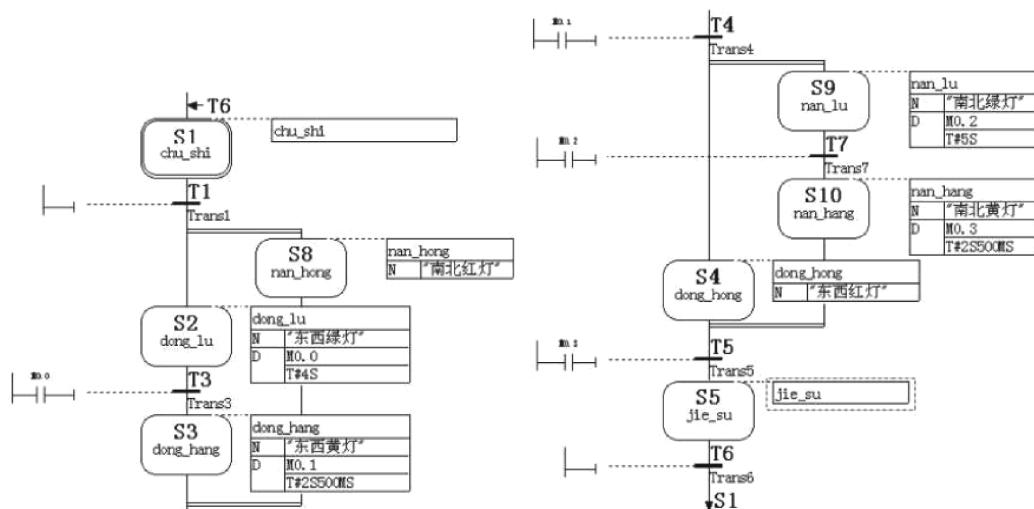

图 6-31 编写动作和转移程序
6) 在各个 “步” 按照系统要求编写动作程序和转移条件程序, 如图 6-31 所示。
7) 图 6-31 的“S1”和“S5”(空步)中没有动作,不需要编写动作程序,同时转移条件是无条件转移,也不需要编写。由于在“S1”和“S5”中没有动作和转移程序,在保存编译时会出现警告提示,这没有问题,这些警告只是起提醒作用。